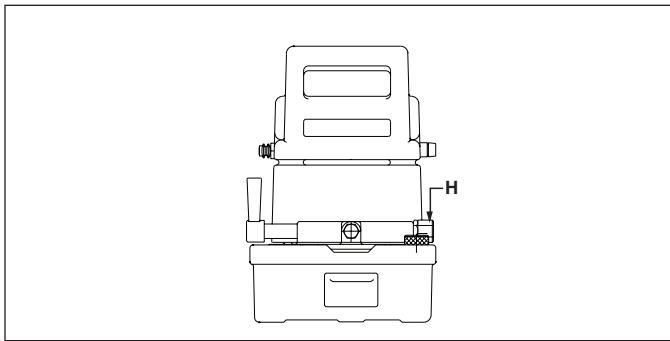

Figura 10
6.0 AJUSTAMENTO DA VÁLVULA DE ALIVIO (FIGURA 10)